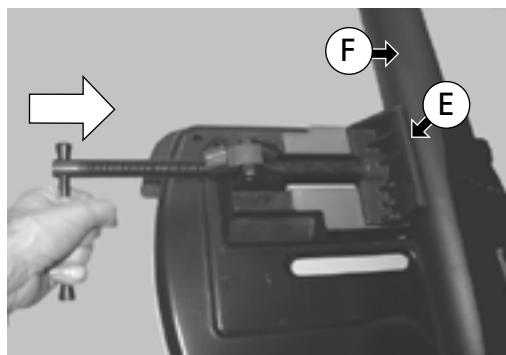

Fig. 17
3. Coloque la pieza a cortar (F) y empuje la manivela en el sentido de la flecha -(Fig. 17) - hasta que la cara delantera del torno de banco esté en contacto (E) con la pieza a cortar (F).